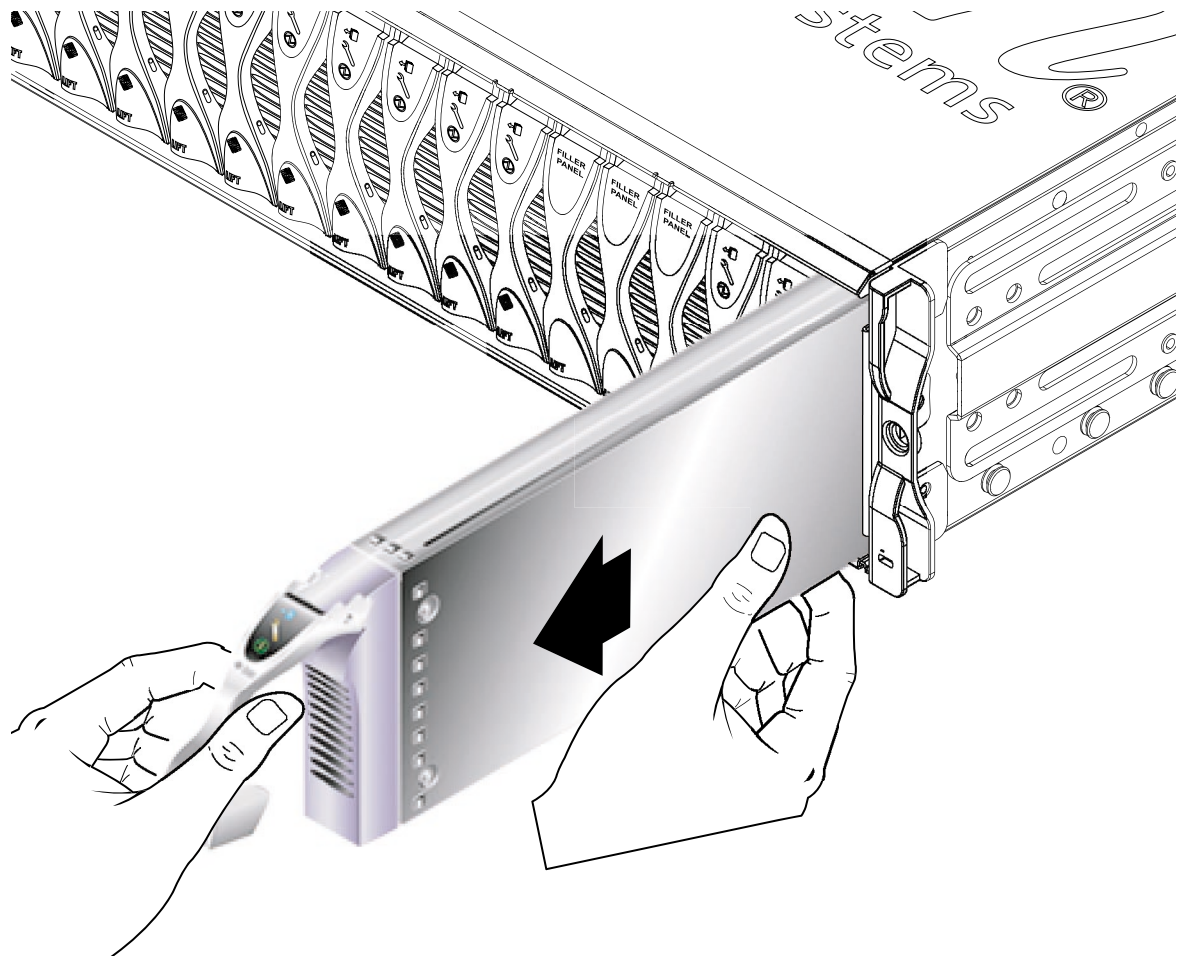

図 12-3 ブレードまたはフィラーパネルの取り外し
4. レバーを手前に引いてシステムシャーシからブレードを取り外します (図 12-3)。